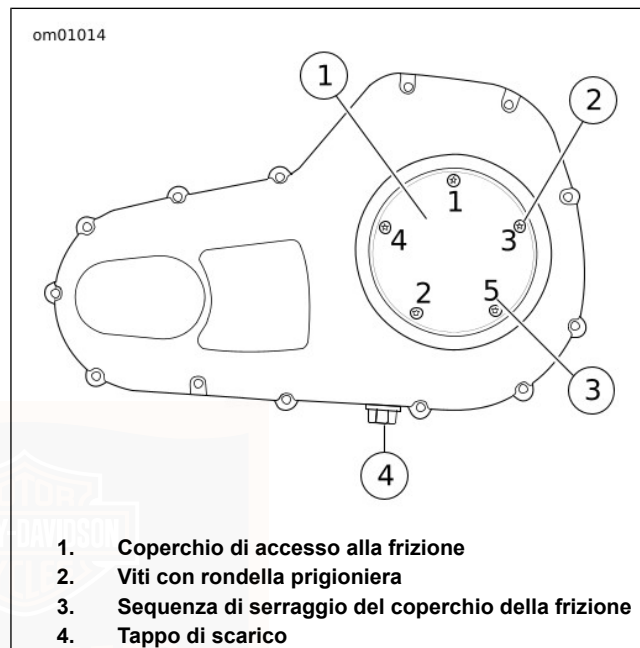

Figura 55. Coperchio del carter della catena della trasmissione primaria
3. Vedere Figura 55. Staccare il coperchio di accesso alla frizione da quello del carter della catena della trasmissione primaria.
2. Vedere Figura 55. Staccare il coperchio di accesso alla frizione da quello del carter della catena della trasmissione primaria.
9. Vedere Figura 55. Installare il coperchio di accesso alla frizione. Serrare le viti nella sequenza illustrata ad una coppia di 9,5–12,2 N·m (84–108 **in-lbs**).